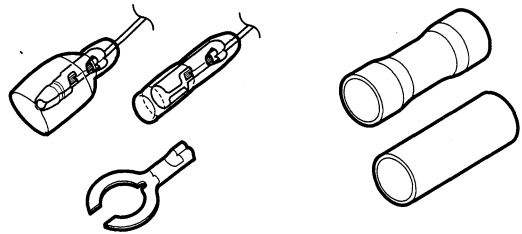

Fig.2
- Ensure that the power cord, the ground wire and the speaker are all properly connected. We recommend that you use a plug and a receptacle, solderless contact and a Y connector. (Fig.2)
- Asegúrese de que el cable de corriente, el cable de conexión a tierra y el altavoz están correctamente conectados. Le recomendamos que utilice un enchufe y un receptáculo, un contacto sin soldadura y un conector en Y. (Fig.2)